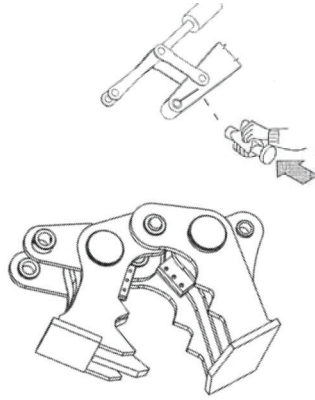

Рис. 4.4.2
• Вставьте первый штифт, проверив выравнивание, и зафиксируйте его предохранительными элементами (винтами, шплинтами и т.д.) (Рис. 4.4.2).